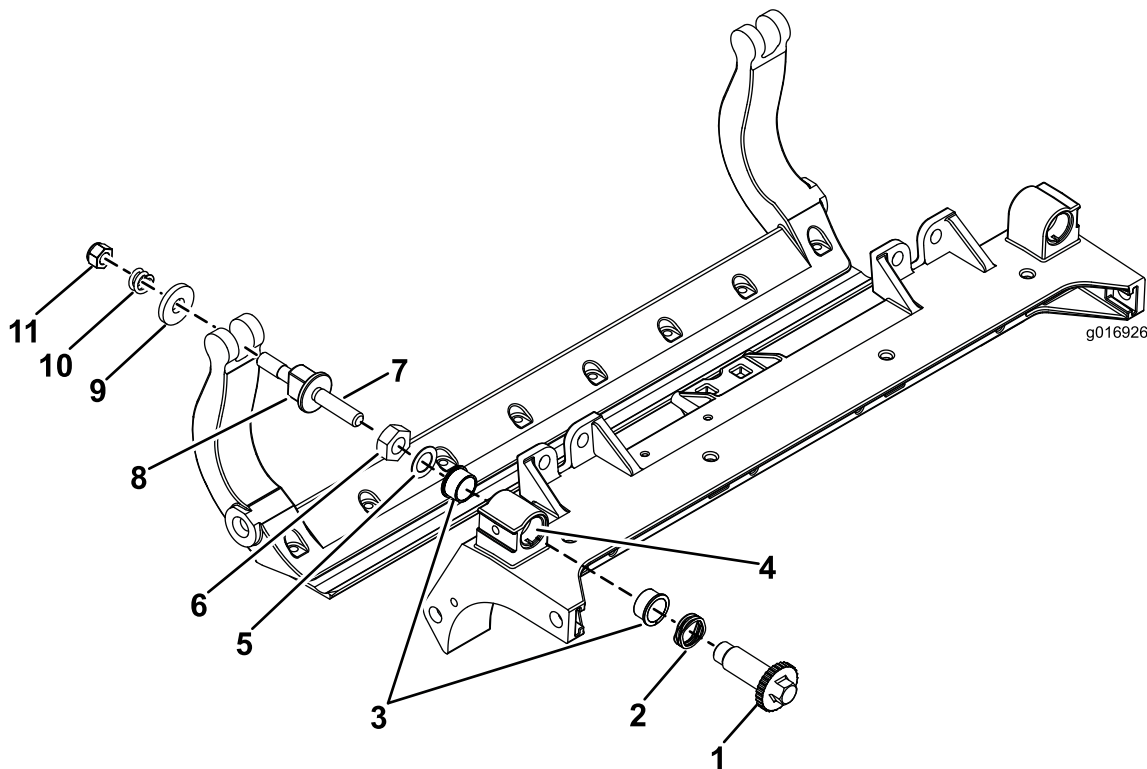

图 34
1. 拆除所有零件请参阅 HD DPA 套件 安装说明和 图 34。
2. 将防粘剂涂抹到滚刀组中心机架图 34的轴套区内侧。
3. 将凸缘轴套上的键与机架的槽对准然后安装轴套图 34。
4. 将一个波形垫圈安装到调节器轴上然后将调节器轴滑入滚刀组机架中的凸缘轴套内图 34。
5. 使用扁平垫圈和锁紧螺母固定调节器轴图 34。
12. 在两个尼龙垫圈的外侧各放一个钢垫圈图 34。
**注意** 内侧的垫圈可能有空隙图 34。
15. 旋紧每个底刀架调节器总成上的螺母直到加压弹簧完全压缩然后往回松开 ½ 圈图 34。